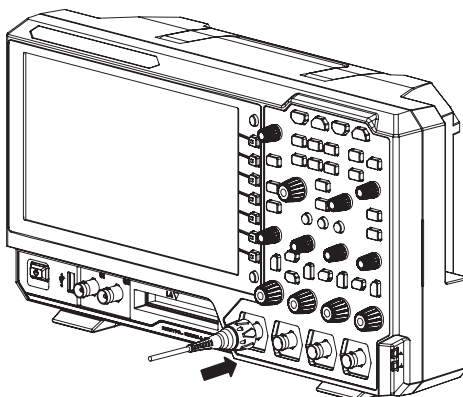

Bild 1-5 Passivtastkopf anschließen
1. Verbinden Sie den BNC-Stecker vom Passivtastkopf mit der BNC-Eingangsbuchse eines Analogkanals auf der Gerätefrontseite (siehe Bild 1-5).